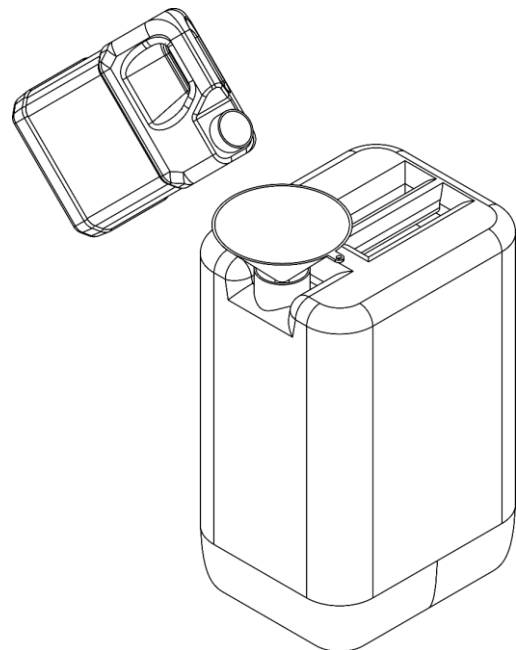

Fig. 17
- 05) Gebruik een trechter om de sneeuwvloeistof uit de tank in de originele jerrycan met sneeuwvloeistof te gieten, zoals getoond in Fig. 17.